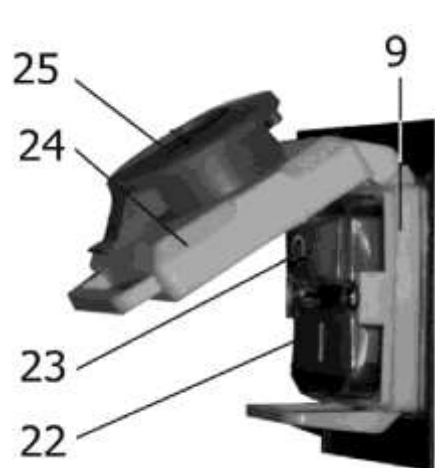
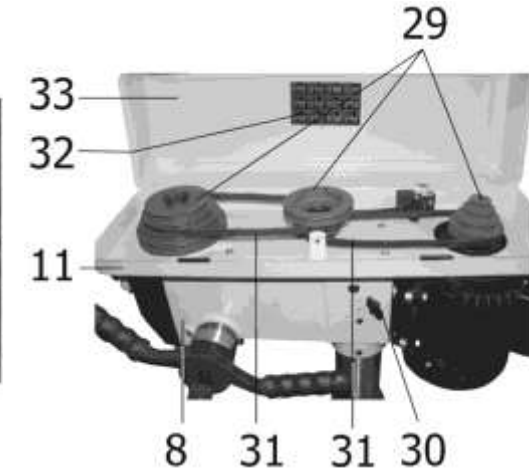

Рис. 6
Рис. 8
10.2. Перед тем как включить станок проверьте, закрыта ли крышка (33) кожуха ременной передачи (11), Рис.8. Ключ к сверлильному патрону (Р), Рис.1, не должен оставаться в сверлильном патроне (6), Рис.2. Режущий инструмент в сверлильном патроне (6) должен быть хорошо зажат. Если режущий инструмент не установлен, то кулачки сверлильного патрона (6) должны быть сведены, Рис.2.
10.3. Станок оснащен магнитным пускателем, предотвращающим самопроизвольное включение после отключения питания. Магнитный пускатель (9), Рис.6, закрыт защитной крышкой (24) и заблокирован кнопкой (25), предотвращающей самопроизвольный пуск станка после нажатия на кнопку (25), Рис.6. При закрытой крышке (24) станок автоматически отключается от питания; станок можно включить только после открытия крышки (24) и нажатия зеленой кнопки (22). Отключение станка производится нажатием на красную кнопку (23), Рис.6. В случае необходимости экстренного отключения станка следует нажать на красную кнопку (25), в результате чего произойдет отключение питания станка, Рис.6.
10.6. При открытии крышки (33) кожуха ременной передачи (11), Рис.8, станок должен отключиться. Повторное включение станка возможно после закрытия крышки (33) кожуха ременной передачи (11), Рис.8 и вторичного нажатия на зеленую кнопку (23), Рис.6. (см. п.10.3.)
Скорость вращения шпинделя регулируется изменением положения клиновых ремней (31) на ступенях шкивов (29), Рис.8. Можно установить 12 скоростей вращения шпинделя. Схемы положения клиновых ремней (31) на шкивах (29) для 12 вариантов скоростных режимов показаны на наклейке (32), находящейся на внутренней стороне крышки (33) кожуха ременной передачи (11), Рис.8.
Для изменения скорости вращения шпинделя предварительно следует ослабить натяжение клиновых ремней (31), Рис.8. Для этого необходимо ослабить винты фиксации (30), расположенные симметрично с двух сторон шпиндельной головки станка (8), Рис.8. Затем с помощью ручки (34) переместите электродвигатель (13) в сторону режущего инструмента, Рис.9. Руководствуясь данными наклейки (32) на крышке (33) кожуха ременной передачи (11), необходимо установить ремни (31) на ступенях шкивов (29) в требуемые позиции, Рис.8. Натянув клиновой ремень с помощью ручки (34), Рис.9, можно переместить электродвигатель (13), Рис.9, в сторону от режущего инструмента и зафиксировать необходимое натяжение винтами фиксации (30) с двух сторон шпиндельной головки (8), Рис.8.